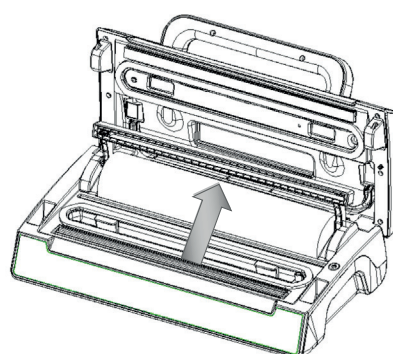

Fig. 2
2. Säkerställ att delaren till påsarna är på ena änden av ställningen och sätt den sedan bakerst. (Fig.2)